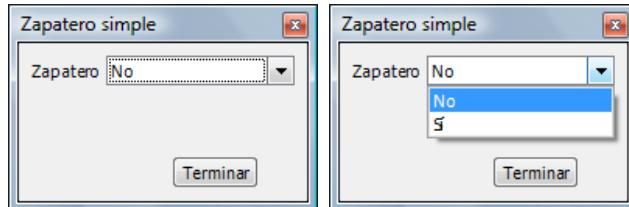

Figura 76 (zapatero simple)
- **Zapateros:** pinchando sobre el botón **zapatero simple** se selecciona la opción de poner zapatero simple o no, mediante una lista desplegable con la opción de sí y no. Una vez terminada la selección se pincha *terminar*. En la siguiente figura 76 se puede ver el formulario zapatero simple y su lista desplegable.